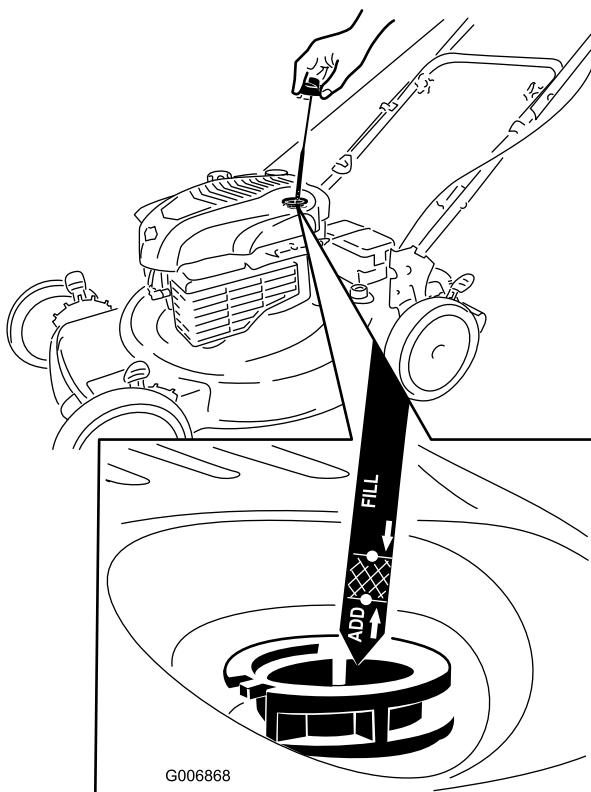

Bild 12
- Nehmen Sie den Peilstab heraus und wischen Sie ihn ab. Stecken Sie ihn dann ganz ein (Bild 12).
- Nehmen Sie den Peilstab heraus und prüfen Sie den Ölstand (Bild 12). Wenn der Ölstand unter der **Nachfüll**-Marke ist, gießen Sie **langsam** Öl in den Einfüllstutzen, um den Ölstand auf die **Voll**-Marke am Peilstab anzuheben. **Füllen Sie nicht zu viel**